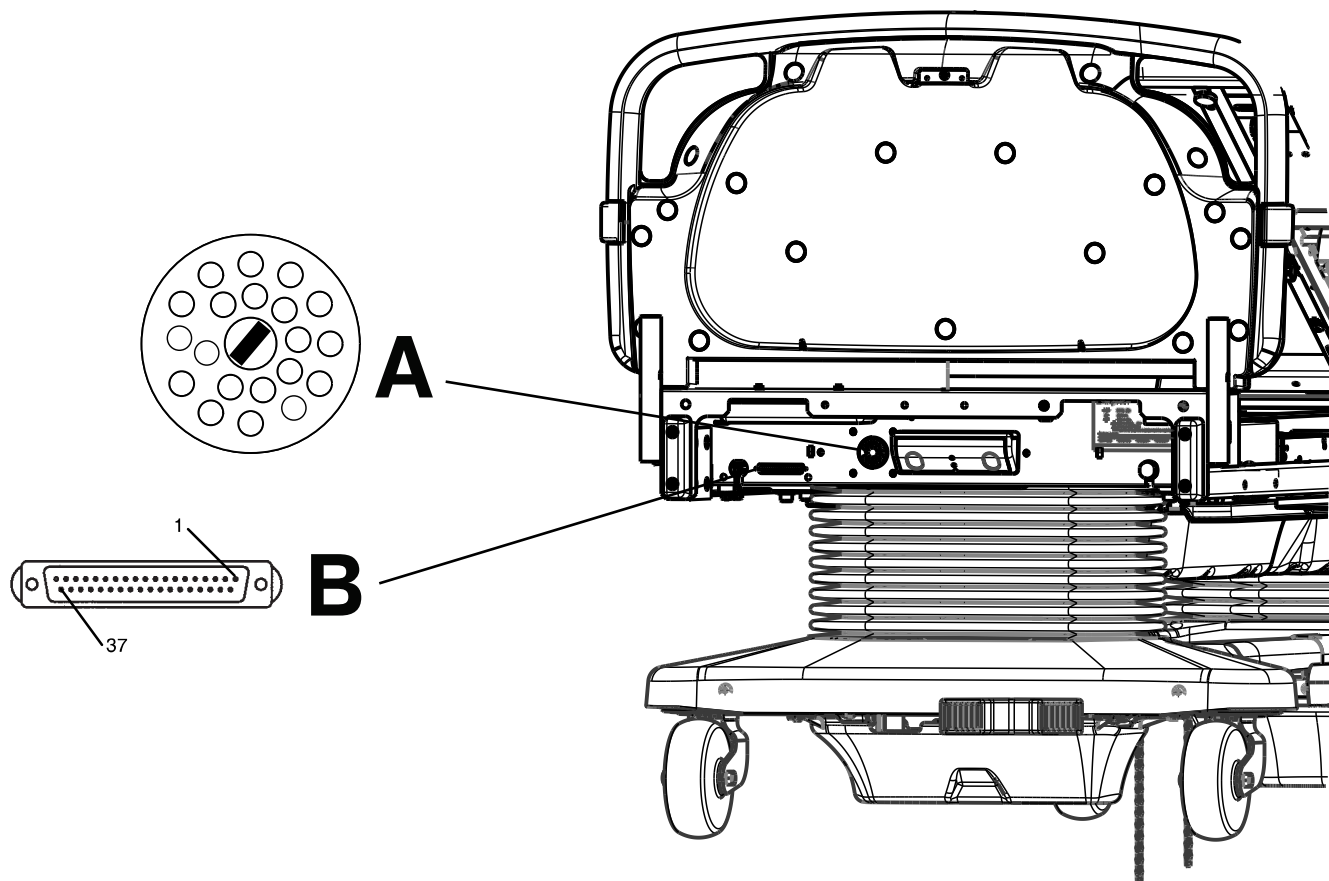

Figure 3 – Port de la commande suspendue de l'appel infirmier et connecteur à 37 broches
1. Brancher le câble d'interface dans le connecteur à 37 broches (B) dans le châssis du plan de couchage du côté tête du produit et dans la connexion correspondante (station de la patiente, mur de tête de lit ou station d'accueil) (Figure 3).
4. Enfoncer l'interrupteur du port de la commande suspendue (A) et tourner l'interrupteur en position de marche (90° dans le sens horaire) (Figure 3).
5. Appuyer sur le bouton **Appel infirmier** (E) (voir *Panneau de commande de l'opérateur, barrière externe* (page 27)) pour vérifier la connexion entre le signal d'appel infirmier du produit et le système d'appel infirmier de l'hôpital.